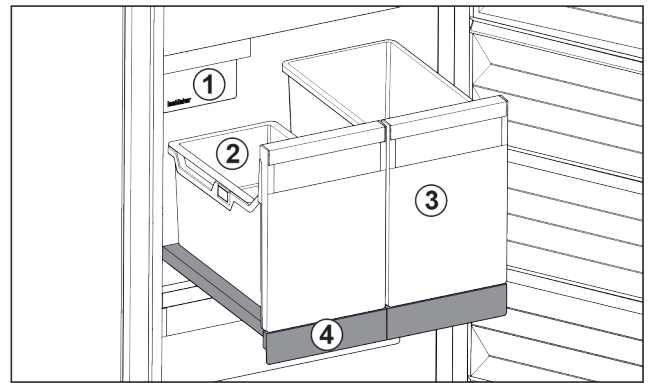

Fig. 83 Uitschuifplateau met IceTower
- (1) IceMaker
- (2) Inhangschalen voor ijsblokjes
- (3) Bakken voor bijv. pizza, alcoholische dranken
- (4) Uitschuifplateau
Op het uitschuifplateau bevinden zich twee hoge bakken (IceTower). In de bak Fig. 83 (2) worden ijsblokjes uit de IceMaker verzameld en bewaard. Bak Fig. 83 (3) is geschikt voor het bewaren van hoge levensmiddelen zoals pizza's of alcoholische dranken.